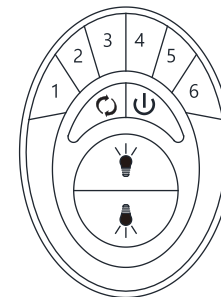

Fig.21
Étape 1. Le circuit de dérivation du ventilateur de plafond doit être rétabli au niveau du disjoncteur ou de la boîte à fusibles. Dans les 60 secondes qui suivent le rétablissement de l'alimentation, appuyez sur le bouton «  » du transmetteur (Fig.21) et maintenez-le enfoncé pendant 5 secondes. Le rétro-éclairage de la télécommande clignote deux fois et le ventilateur tourne pendant plusieurs secondes. Cela confirme que le processus d'appariement est terminé. Le transmetteur est maintenant apparié à votre ventilateur et prêt à être utilisé.